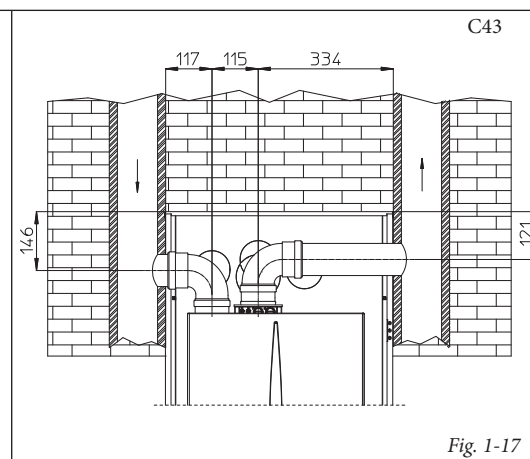

Fig. 1-17
- Ingombri di installazione (Fig. 1-17). Sono riportate le misure di ingombro minime di installazione del kit terminale separatore Ø 80/80 in alcune condizioni limite.